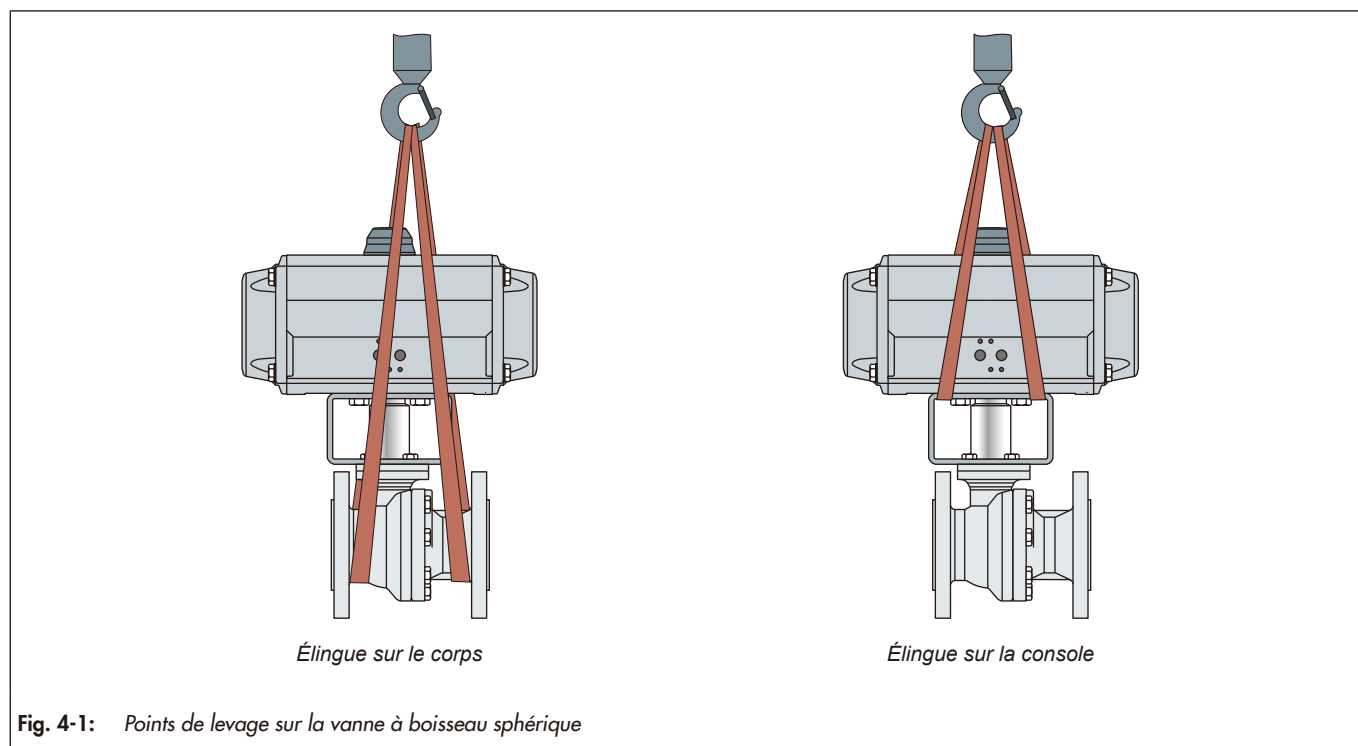

Fig. 4-1: Points de levage sur la vanne à boisseau sphérique
- ⇒ Utiliser un crochet doté d'une fermeture sécurisée pour supporter l'appareil afin d'empêcher les dispositifs d'arrimage de glisser hors du crochet au cours du levage et du transport, cf. Fig. 4-1.
- ⇒ Fixer une élingue sur chaque bride du corps et sur le support (p. ex. crochet) de la grue ou du chariot élévateur, voir Fig. 4-1. Ce faisant, tenir compte des consignes de sécurité, de la charge admissible et de la longueur des élingues.
- ⇒ Fixer une élingue sur la console et sur le support (p. ex. crochet) de la grue ou du chariot élévateur, cf. Fig. 4-1. Ce faisant, tenir compte des consignes de sécurité, de la charge admissible et de la longueur des élingues.